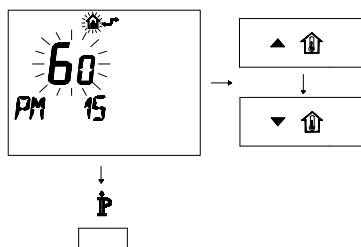

Figura 5.27
- Modifique el punto de consigna programado mediante los botones  o  hasta que aparezca un **valor de 60**. Espere a que el número programado comience a parpadear (Figura 5.27)